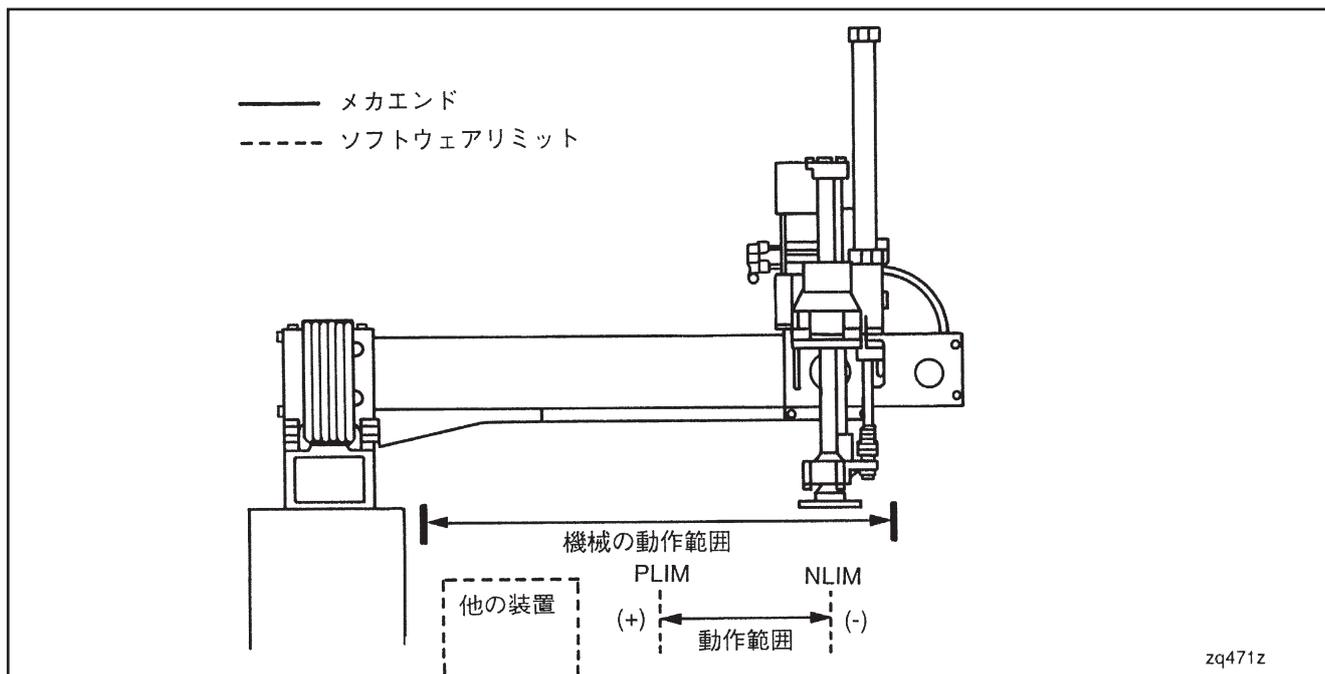

図5-73 ソフトウェアリミットの変更例1
2.3 ソフトウェアリミットの変更 ロボットがその作業を行なうのに必要な領域を作業領域といいます。ロボットの動作範囲が作業領域より大きい場合、他の装置との衝突を防止するために、次ページの図5-73、74のように動作範囲を狭くするようにソフトウェアリミットを変更することができます。